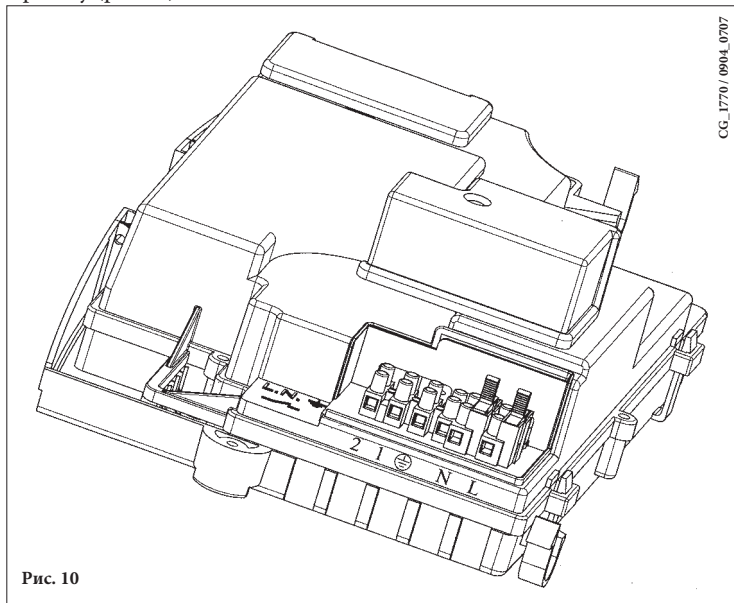

Рис. 10
- відкрийте кімнатний регулятор температури (рис. 10);
- зніміть перемичку з клем (1) і (2);